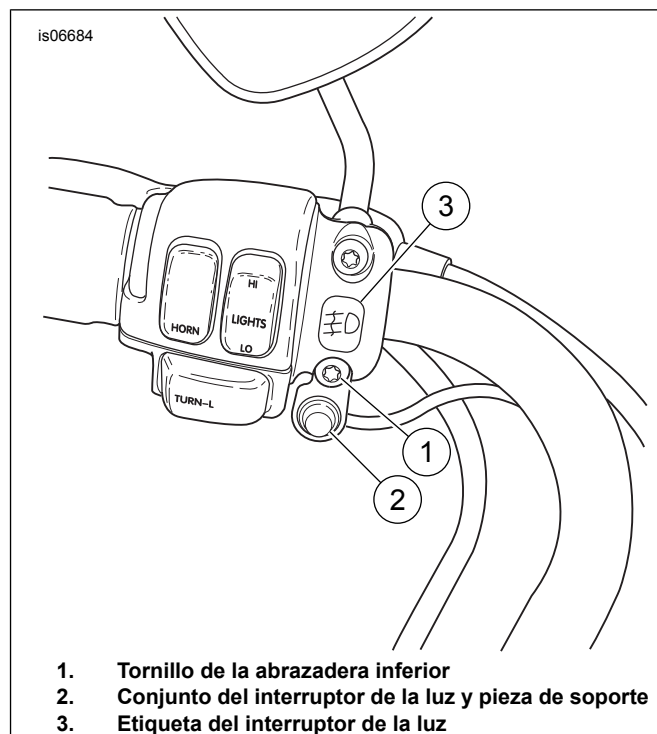

Figura 5. Instalación del interruptor de las luces (se muestran los modelos de 1996 y posteriores)
17. Vea la Figura 5. Extraiga el tornillo inferior (1) y la arandela de la abrazadera del control del embrague e instale el conjunto del interruptor de la luz y la pieza de soporte (2). Instale el tornillo y la arandela y apriete a 7–9 N·m (60–80 in-lbs). **Para las aplicaciones internacionales:** Coloque la etiqueta del interruptor de la luz para niebla (3) en la abrazadera del control del embrague.